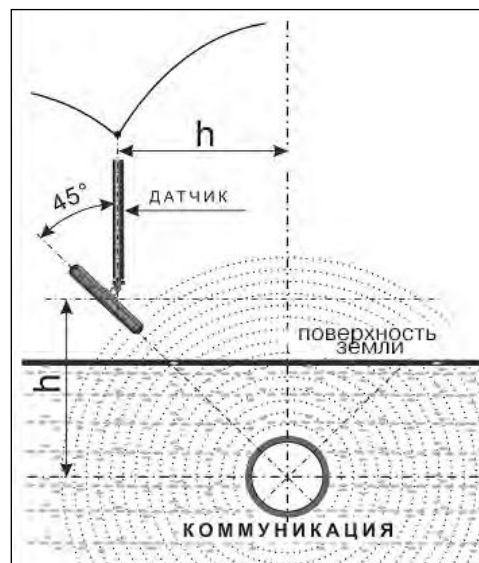

Рис.4.1
2. При положении д тчик ЭМД перпендикулярно тр с-се и под углом 45° к поверхности земли минимум сигн л н блюд ется н уд лении от точки «н д тр ссой», р в-ном глубине з лег ния коммуник ции, когд ось нтенны пересек ет ось тр ссы. Это - косвенный метод измерения глубины з лег ния коммуник ции (рис.4.1).